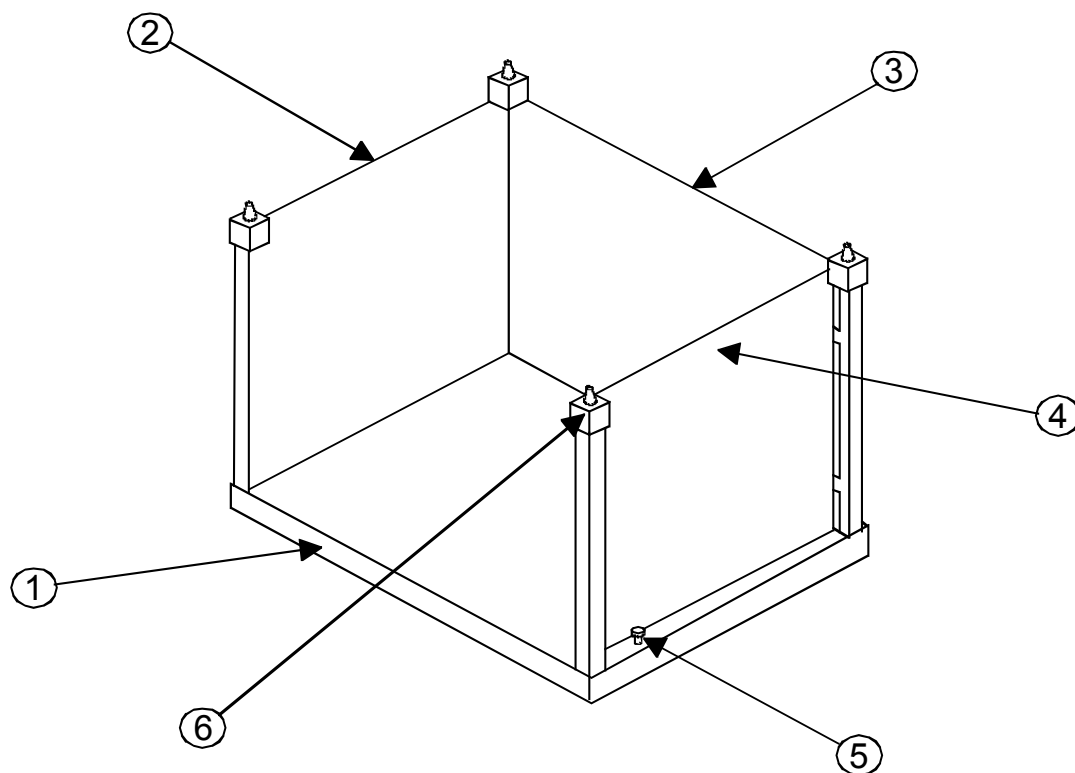
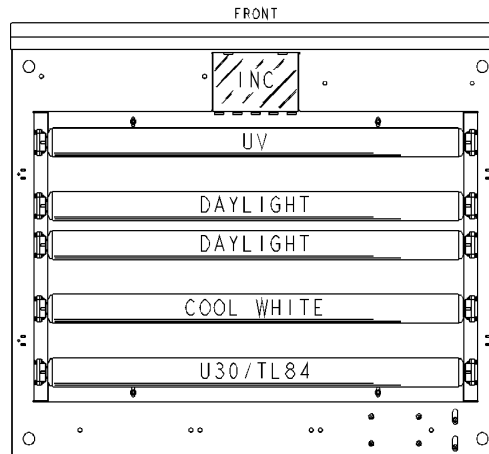

Figura 1 – Montaggio de la Cabina di Visualizzazione
Figura 2 – Sostituzione delle lampade
1. Estrarre tutti i componenti dalla confezione e identificarli nella Figura 1. Prendere nota dell'ordine in cui i componenti vengono estratti dalla confezione. Per riconfezionare l'unità sarà necessario reinserire ciascun componente nell'ordine esatto.
2. Collocare il pannello di base (1) su una superficie piana e pulita.
3. Inserire le linguette del pannello posteriore (3) nelle fessure posteriori del pannello di base (1). Fissare il pannello posteriore alla base serrando le due viti a testa zigrinata.
4. Sostenendo il pannello posteriore, inserire le linguette laterali del pannello sinistro (3) nel pannello posteriore (2). Fissare il pannello sinistro al pannello di base serrando la vite a testa zigrinata.
5. Inserire le linguette del pannello destro (4) nel pannello posteriore (3). Fissare il pannello destro al pannello di base serrando la vite a testa zigrinata.
6. Posizionare un cappuccio su ognuno dei quattro (4) angoli della cabina inserendolo in ognuna delle linguette che si trovano su ogni pannello. Premere i cappucci per posizionarli saldamente.
7. Inserire tutte le lampade fluorescenti nel gruppo di alloggiamento, vedere la Figura 2 di seguito.
2. Fare riferimento alla Figura 2 di seguito per le procedure di sostituzione. Sostituire *tutte* le lampade.